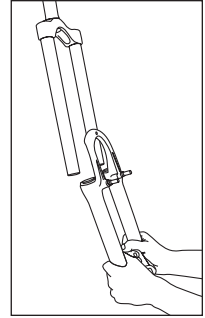

Fig. 7
7. Ziehen Sie die einteilige untere Baugruppe (s. Abb. 7) ab. Weiteres Öl läuft hierbei aus den unteren Rohren aus. Entfernen Sie die Gabelboots der Judy C, XC oder XLC Gabeln.